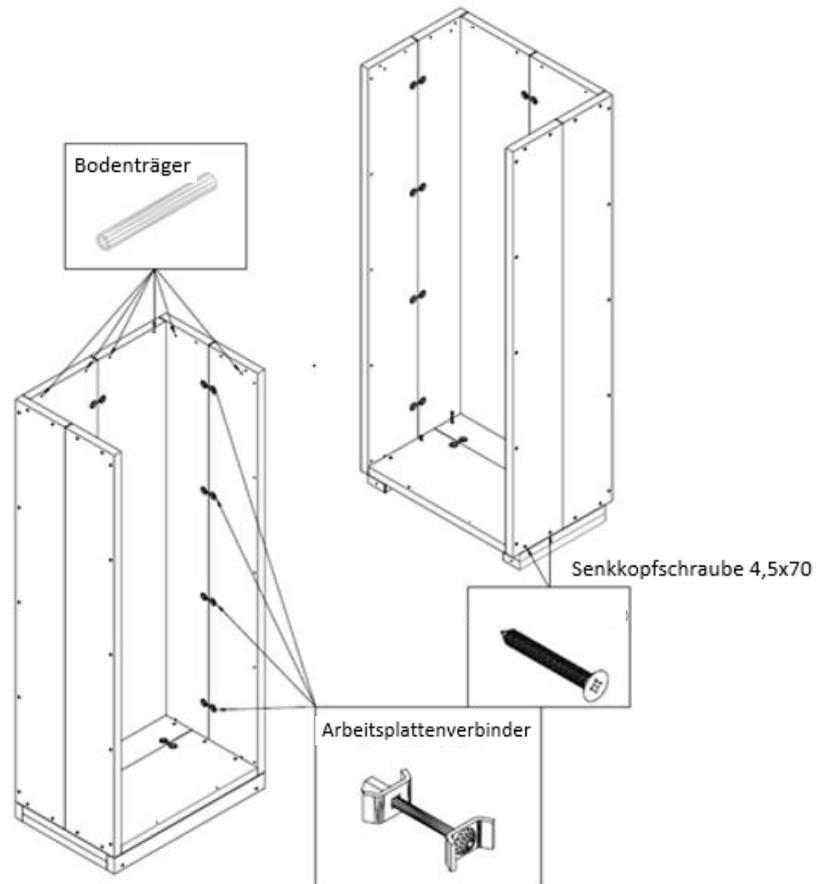

Abb.13
- 1 In den Seiten-/Rückwandelementen sind Vorbohrungen enthalten in denen nun die beiliegenden Bodenträger eingesteckt werden müssen (Abb.13), diese dienen als Auflage für die Deckenelemente.